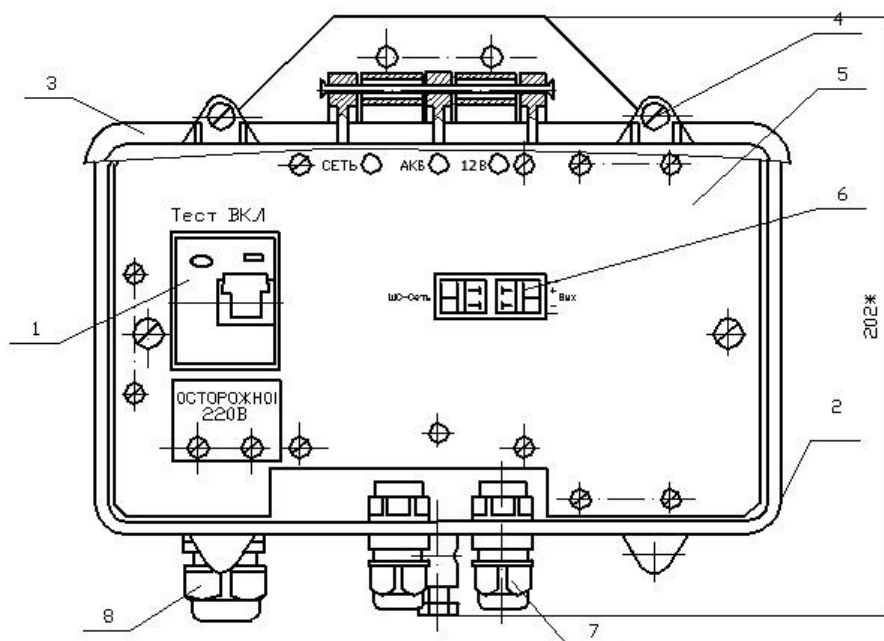
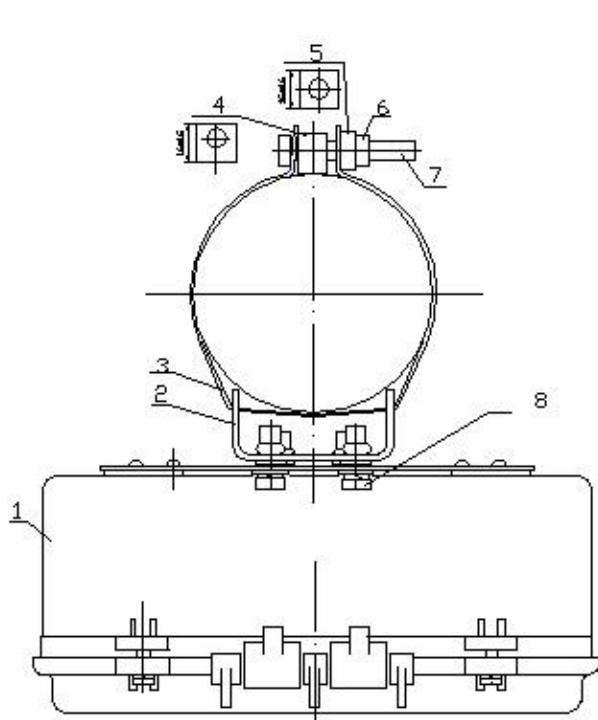
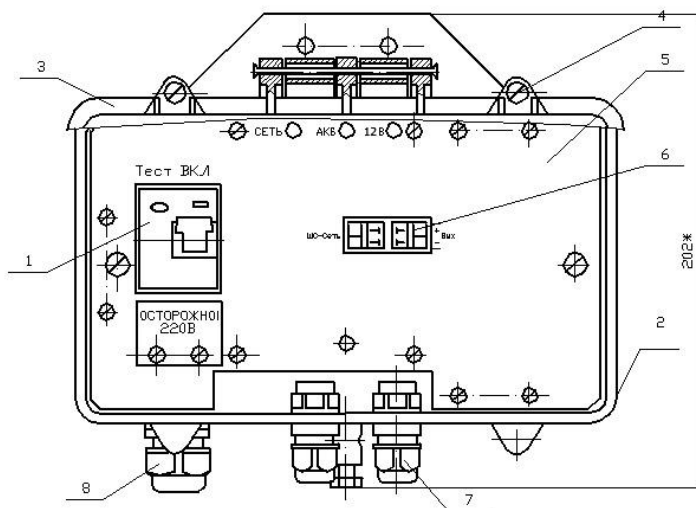

Рис. 4.2
Рис. 5.1
Рис. 5.2
4.8 БП выполнен в литом алюминиевом корпусе с крышкой степень защиты IP65. Внутри корпуса (рис. 4.1, рис. 4.2), на съемном шасси размещены электронные модули и аккумуляторная батарея (АКБ) 12 В/1,2 Ач для резервного питания.
4.9 На рис. 4.2 (рис. 5.2) обозначено:
5.1 БП устанавливается на вертикальной поверхности, столбе или трубе. Вводы кабелей должны располагаться в нижней части корпуса. Установка БП на опоре диаметром от 100мм до 500мм производится с использованием УКЗ-2/500. При установке БП закрепить блок винтами 8. При установке БП на вертикальной поверхности, произвести разметку места крепления блока в соответствии с расположением крепежных отверстий на рис.5.2. Диаметр отверстий в пластинах 7мм. Установку производить с учетом длины сетевого и связных кабелей, удобства доступа к органам управления и обеспечения обзора световых индикаторов. Крепление производить в соответствии с рис. 5.1. В пазы платформы 2 из комплекта УКЗ-2/500 пропустить ленту 3. Лентой обхватить опору. В отверстие, ближайшее к точке на поверхности столба диаметрально противоположной платформе, одного конца ленты вставить болт 7 (М8×50) резьбовой частью к другой части ленты. На болт надеть втулку-опору 4 и подтянуть вторую часть ленты. Максимально возможно натянуть ленту и вставить болт 7 в отверстие. Надеть на болт сухать 5, затем пружинную шайбу и завернуть гайку 6. Переместить ленту с платформой на необходимую высоту и затягивая гайку 6 обеспечить надежное крепление платформы.
снять изоляцию с отдельных проводников кабеля на 12 мм и опаять. Выкрутить винты «4» (рис.5.2) и снять защитную крышку «3». Пропустить рабочую часть отвертки в отверстия под защитной крышкой и «ослабить» винты (для крепления сетевых прово-
5.5 Надежно соединить «красную» клемму с «+» выводом аккумулятора (см. рис. 5.2). Установить шасси на место и закрепить его невыпадающими винтами.
5.6 Пропустить кабели связи с БПРМ (смежных извещателей) внутрь ББП через соответствующие вводы, закрепить их с помощью гаек ввода и подключить проводники к группам зажимов в соответствии с назначением (см. рис.5.2).
5.7 Пропустить кабель связи с ППК внутрь ББП через соответствующий ввод, закрепить его с помощью гайки ввода и подключить проводники к группам зажимов (см. рис.5.2).